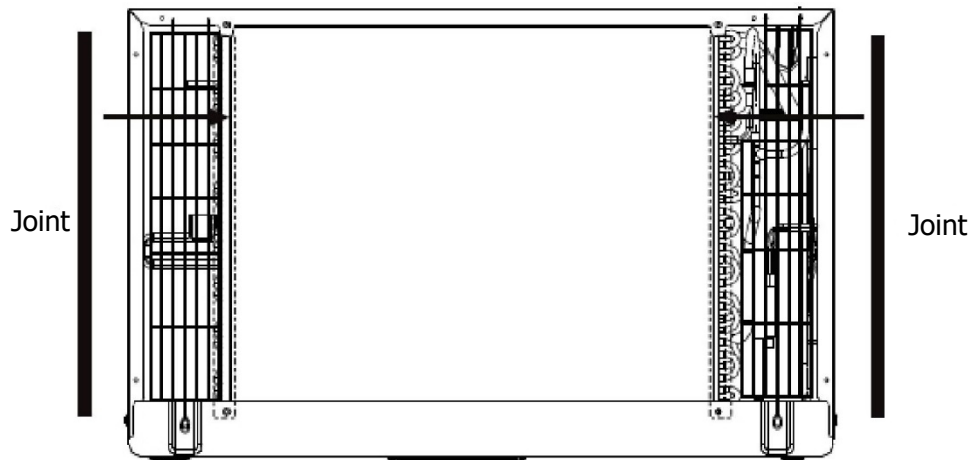

Fig. 1
1. Fixez les 2 joints (1 $po \times 3/8 po \times 14 po$) comme indiqué dans la Fig. 1.